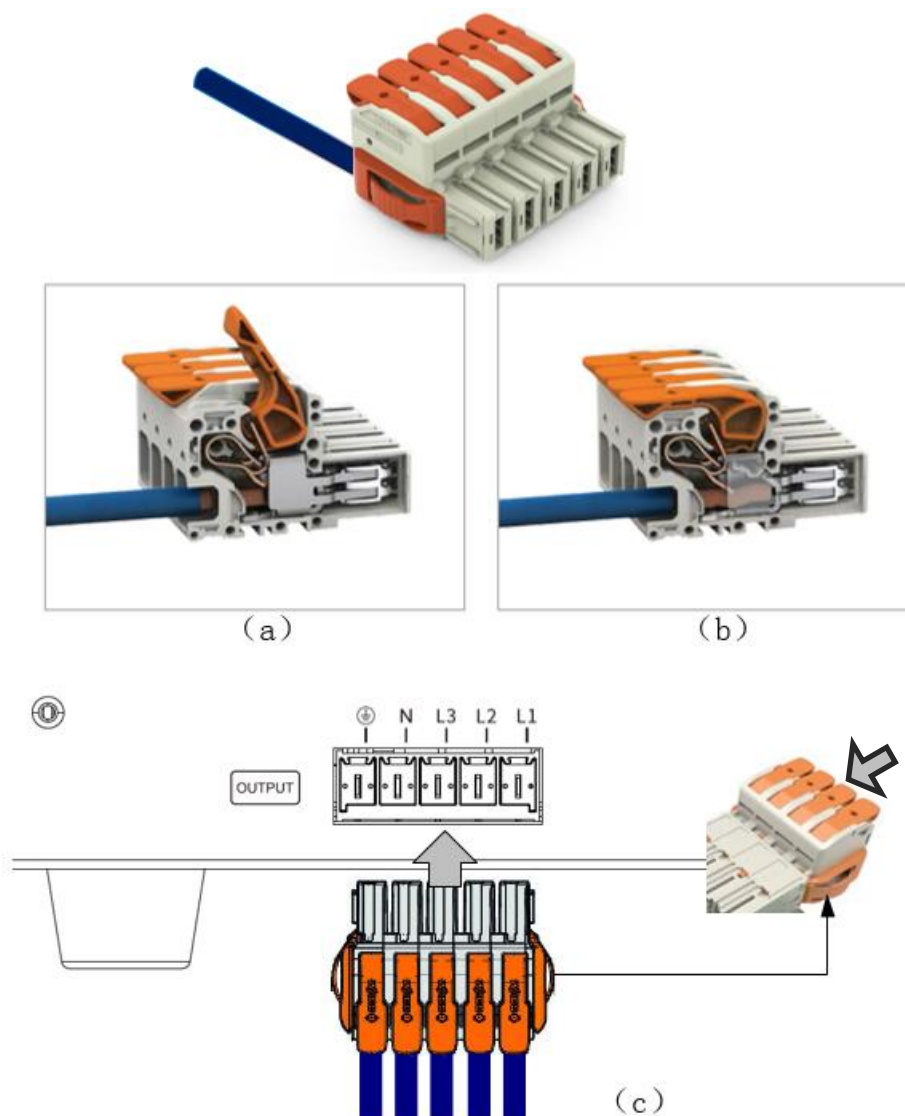

图 4.12 输出端子接线安装顺序
输出接线请依照下列步骤执行，如图 4.12 所示。
- c. 安装好负载连接线后，将输出端子插头插入输出插座中，并确认端子卡扣锁紧。如图 4.12 所示。